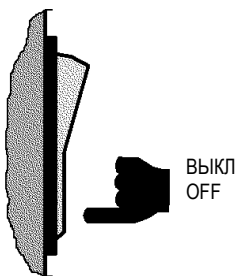

Рис. 6.4.1
- Выключите аппарат (Рис. 6.4.1) и разомкните рубильник на линии электропитания;